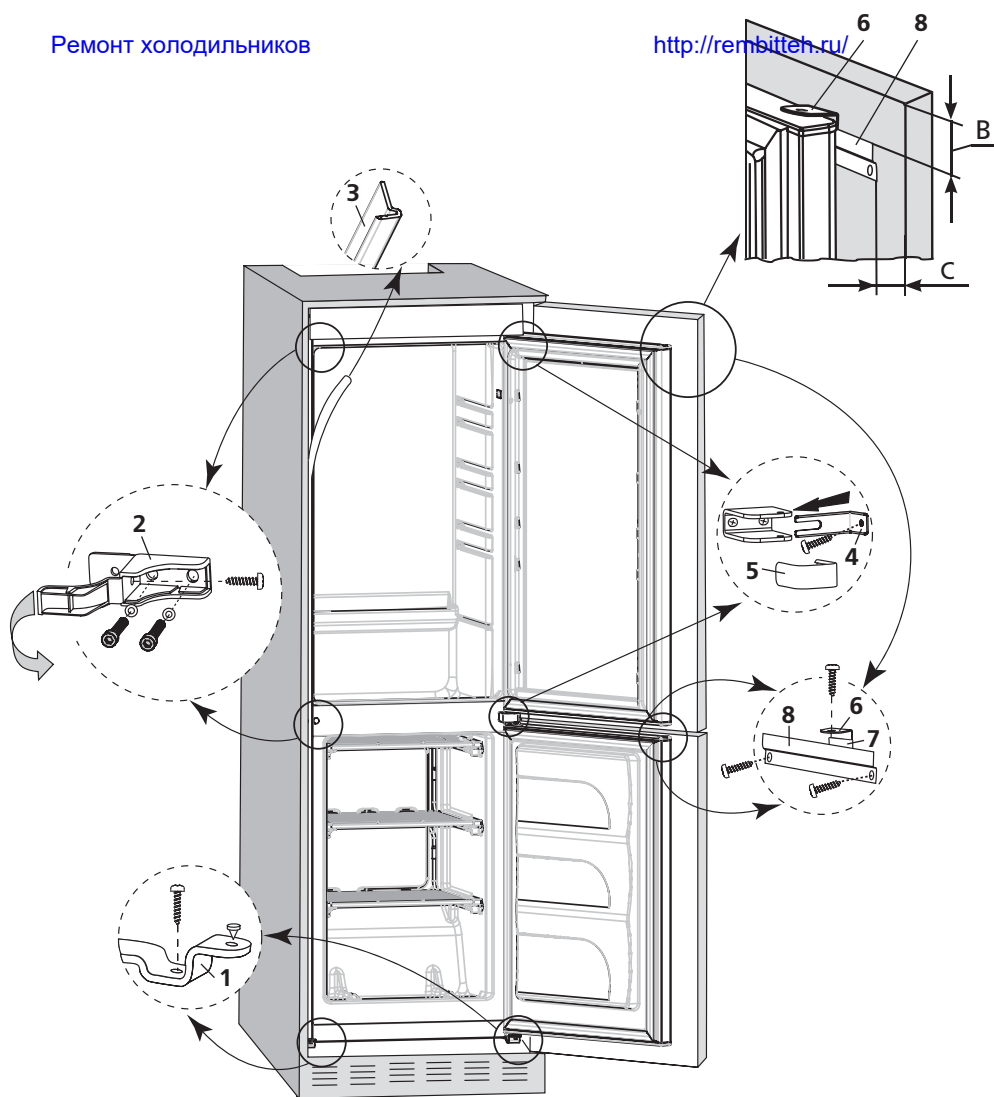
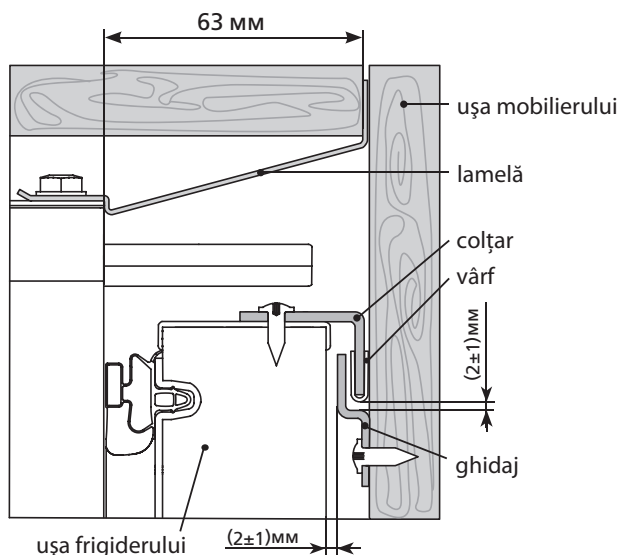

Figura 9 – Schema montării frigiderului
Figura 10 – Schema montării ușilor frigiderului și a mobilierului
3.1.4 Lipiți panoul decorativ 3 în conformitate cu figura 9, înlăturând banda de protecție a stratului lipicios, de pe suprafața laterală a frigiderului din partea de deschidere a ușii. Dacă este necesar, scurtați panoul decorativ după înălțimea mobilei.
3.2.3 Instalați consolele 2, în conformitate cu figura 9, înlăturând anterior capacele decorative din orificiile frigiderului. Fixați consolele cu două șuruburi și șaibe.
**ATENȚIE! Distanța de la dulapul frigiderului până la proiectarea lamelei, în conformitate cu figura 10, trebuie să fie respectată de-a lungul înălțimii frigiderului. Pentru a asigura închiderea strânsă a ușii frigiderului distanța dată trebuie să fie de 63 mm.**
Pentru montarea frigiderului la peretele lateral al mobilierului (din partea de deschidere a ușii) trebuie să fixați cu un șurub în direcție orizontală fiecare din console 2 în conformitate cu figura 9 și să acoperiți consola cu capacul.
**3.2.7** Montați frigiderul la baza mobilierului: strângeți șuruburile în consolele 1, în conformitate cu figura 9.
Pentru a fixa ușa frigiderului la ușa mobilierului, în conformitate cu figura 9 este necesar:
— fixați cu două șuruburi ghidajul 8 pe partea de sus interioară a ușii deschise a mobilierului. Dimensiunea C în conformitate cu figura 9 trebuie să fie egală cu grosimea peretelui mobilierului, plus 20 mm. Dimensiunea B se determină de unirea colțarului 6 cu ghidajul 8 în conformitate cu desenele 9, 10. Deplasând ghidajul pe verticală (slăbind șuruburile de fixare în prealabil), trebuie de asigurat un spațiu de  $(2 \pm 1)$  mm între ghidaj și vârful colțarului în conformitate cu figura 10 pentru a evita blocarea ușilor la deschidere simultană. Strângeți bine șuruburile de fixare a ghidajului.
**3.3.2** Uniți ușa frigiderului și a mobilierului: slăbiți fixarea colțarului, prindeți-l în cursă cu ghidajul. Deplasând colțul în direcția ușii mobilierului, trebuie să asigurați un spațiu de  $(2 \pm 1)$  mm între ghidaj și ușa frigiderului, în conformitate cu figura 10, pentru a evita frecarea ghidajului de ușa frigiderului. Strângeți bine șurubul de fixare a colțarului.